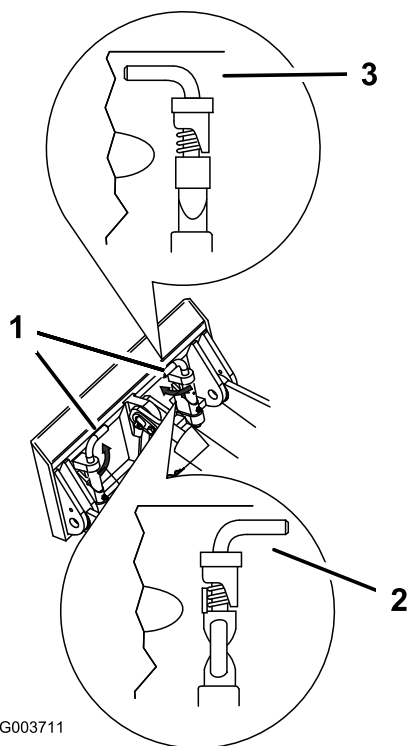

図 5
7. クイック取り付けピンを取り付けプレートにはめ込み、確実にハマっていることを確認する 図 5。